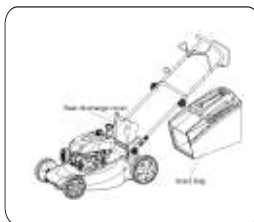

Рис. 5
**УСТАНОВКА КОНТЕЙНЕРА ДЛЯ ТРАВЫ НА ГАЗОНОКОСИЛКУ (Рис. 5).**